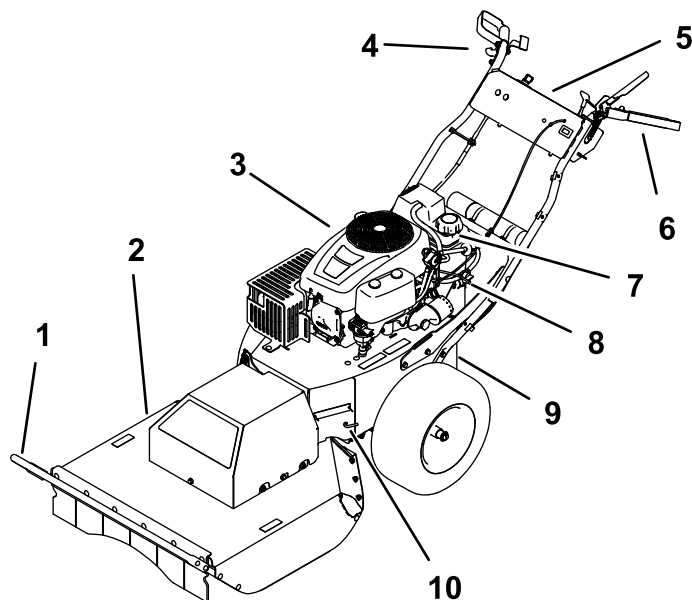
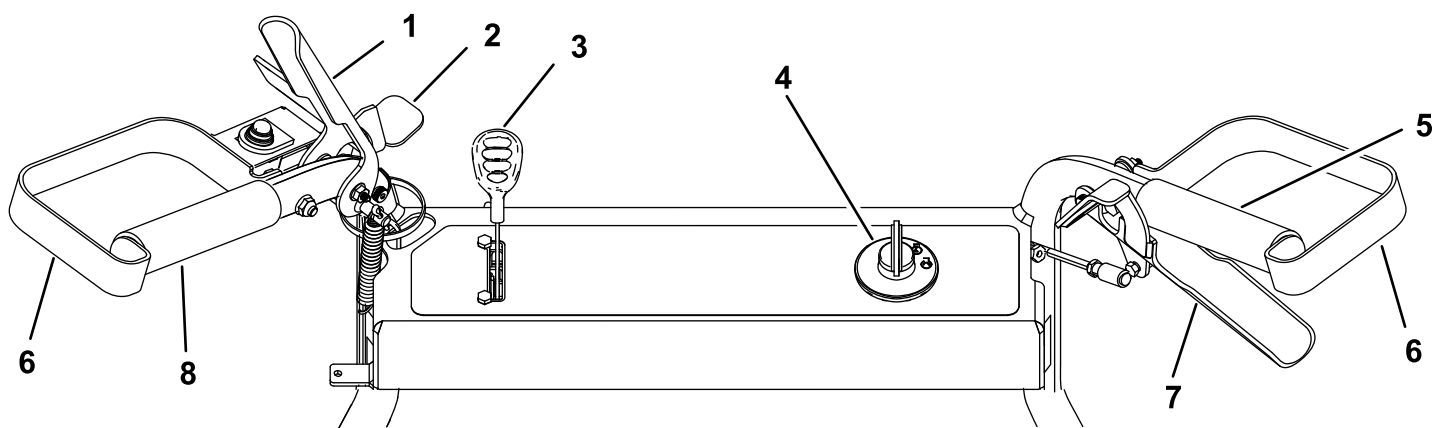

Figura 6
Figura 7
Familiarizzate con tutti i comandi (Figura 6 e Figura 7) prima di avviare il motore e utilizzare la macchina.
3. Pulite intorno al tappo del serbatoio carburante e toglietelo. Figura 6